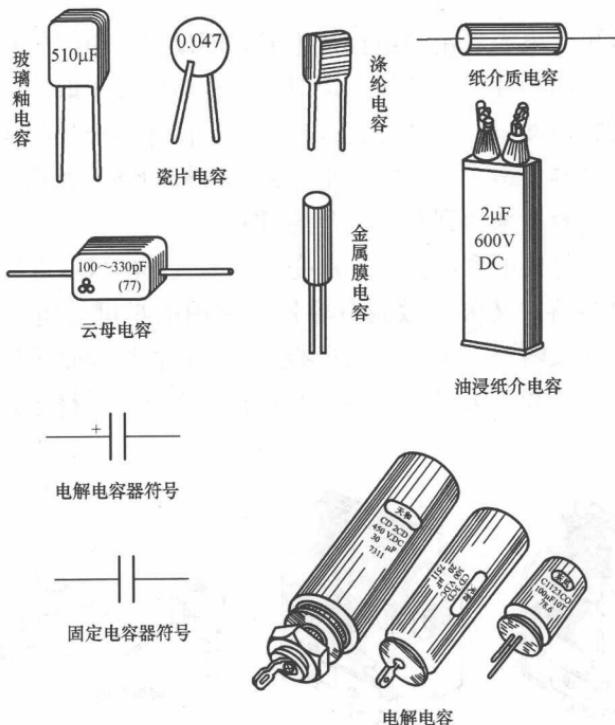

图 1-5 部分固定电容器的外形、名称及图形符号
(1) 固定电容器。电容量固定不变的电容器称固定电容器。常用的有介质为云母、纸质、金属化纸质、油浸纸质、陶瓷或有机薄膜的电容器和铝电解电容器等。部分固定电容器的外形、名称及图形符号如图 1-5 所示。